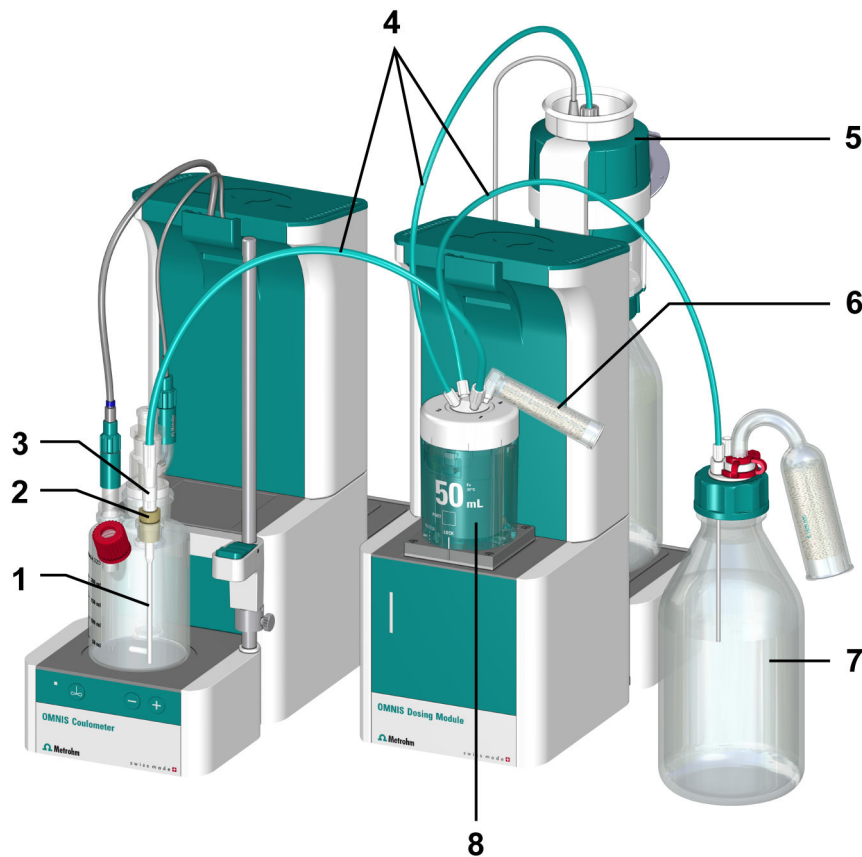

Abbildung 8 Reagenzwechsel mit OMNIS Dosing Module – Beispiel
- (siehe Abbildung 8, Seite 43)